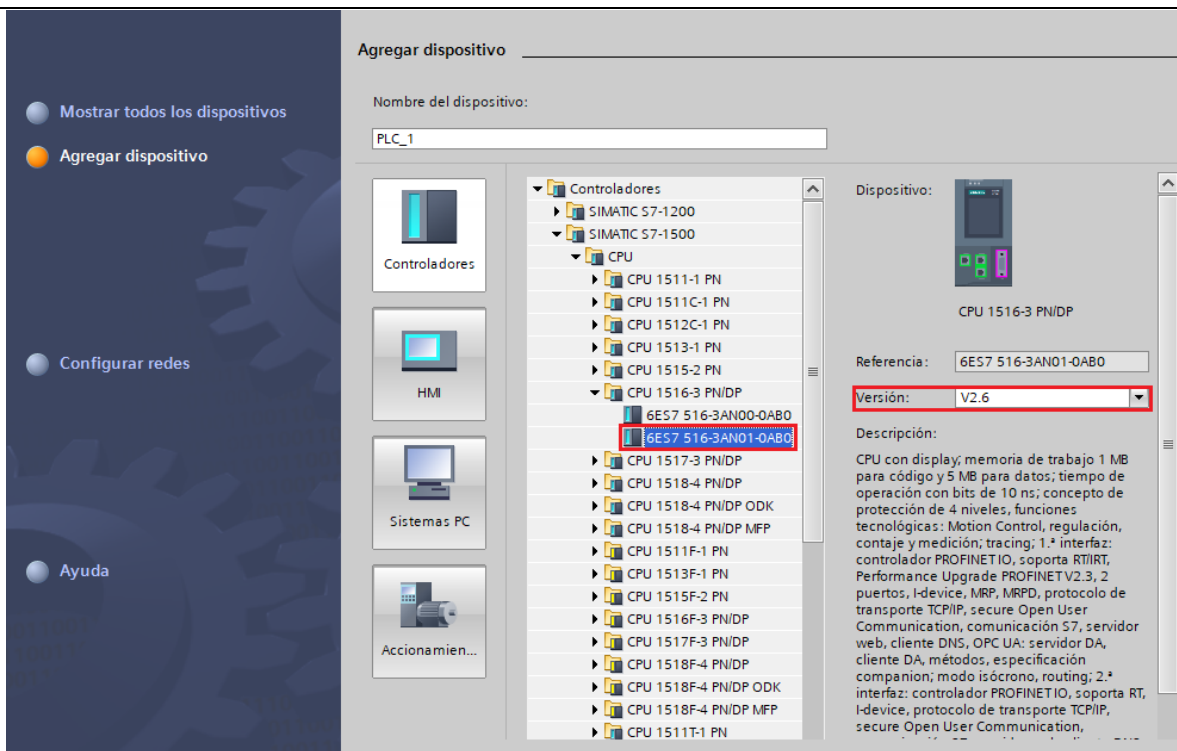

Figura 10. Selección del dispositivo que se va a utilizar.
- (2) En la ventana de “Dispositivos y redes”, agregamos el PLC S7-1500 para ello seguimos los siguientes pasos:
- Dar clic en “Agregar dispositivos” y dar clic en “Controladores” / “SIMATIC S7-1500” / “CPU” / “CPU 1516-3 PN/DP” / “6ES7 516-3AN01-0AB0”, dentro de la opción “Versión” seleccionar “V2.6” (ver Figura 10) y dar clic en “Agregar”.